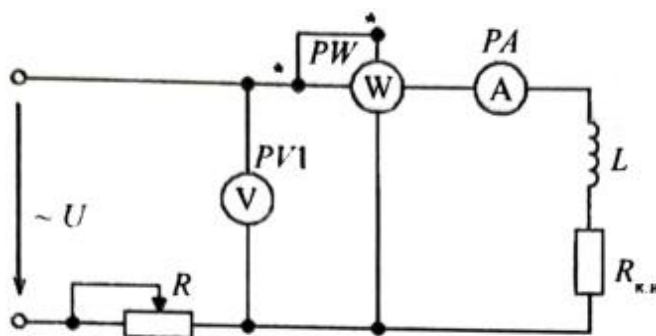

Рисунок 20. Схема для измерения индуктивности методом ваттметра
Для определения параметров цепи, состоящей только из индуктивности, может быть использован метод трех приборов (рисунок 20).
8. Собрать цепь (см. рисунок 20) для измерения индуктивности дросселя методом ваттметра и показать ее преподавателю для проверки.